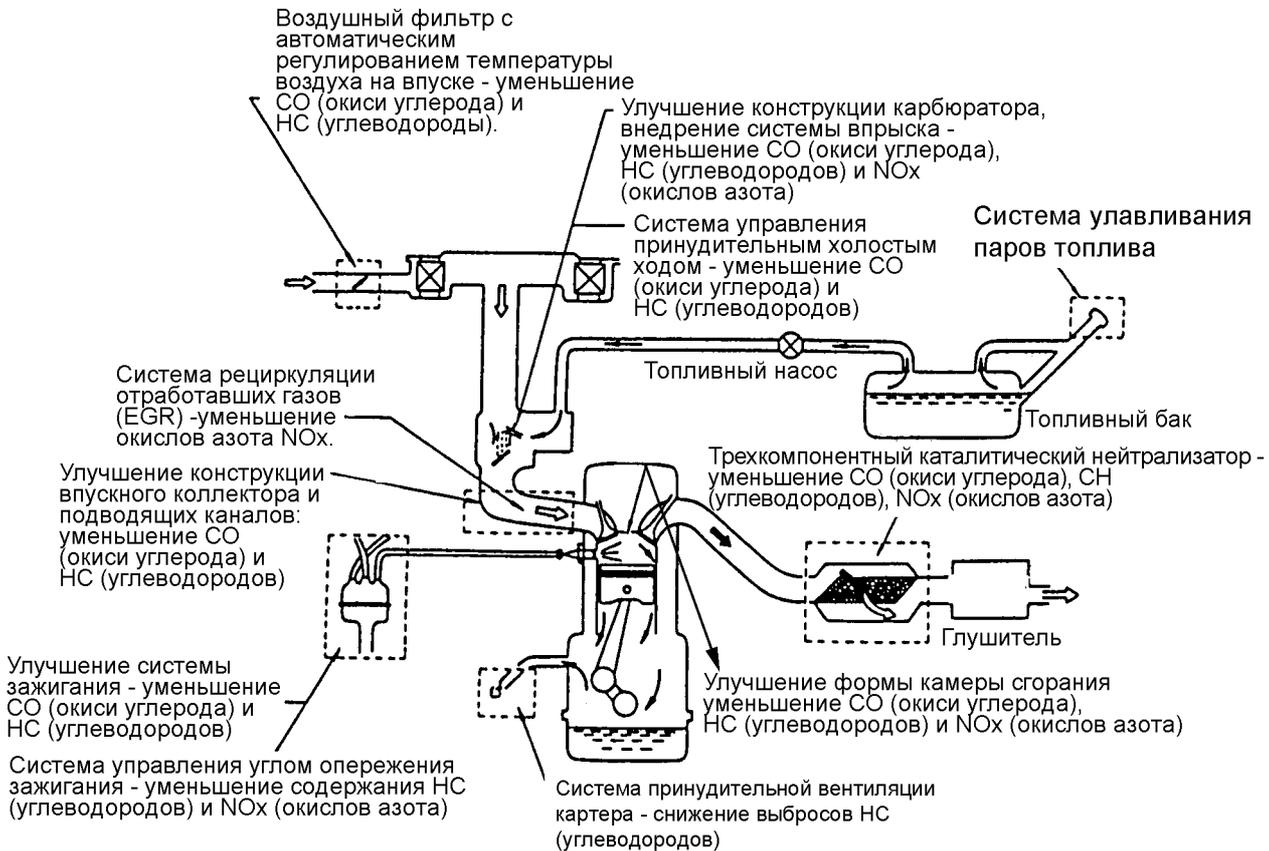

Рис. 9.2
Можно выделить три группы основных источников токсичности двигателей: (1) отработавшие газы в выхлопной трубе, (2) картерные газы двигателя и (3) пары топлива в топливном баке и карбюраторе. Ниже пояснен принцип работы системы снижения токсичности двигателя, разработанной MMC (Mitsubishi Motors Corporation) (рис. 9.2).